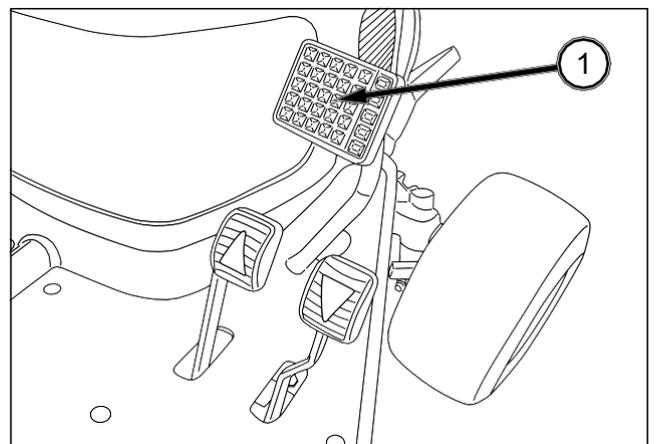

FIG. 45
FIG. 45 y 46: El pedal de freno (1) controla los frenos de las ruedas izquierda y derecha a la vez.